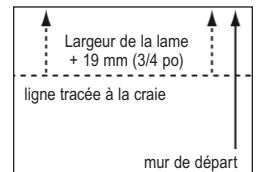

Figure 12
- S'assurer de ne pas étendre l'adhésif sur une trop grande surface de travail (figure 12).